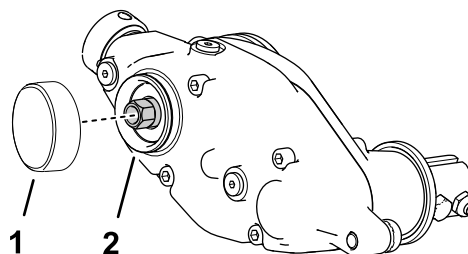

Bild 9
1. Tragen Sie Gewindesperrmittel mittlerer Stärke (z. B. Green Loctite 609®) um die Sprenggringrille und die äußere Oberfläche auf (Bild 9).
2. Montieren Sie den Deckel, wie in Bild 9 abgebildet.